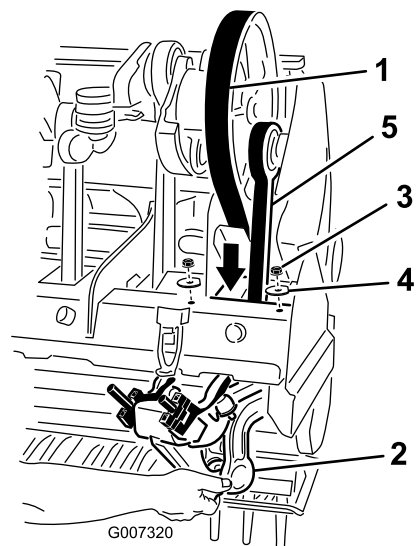

Figura 34
5. Desaperte e remova as duas (2) porcas de bloqueio e anilhas que prendem os amortecedores Rotalink para o braço #1 (Figura 34).
7. Encaminhe a correia de transmissão pela estrutura da cabeça de perfuração e em torno da extremidade inferior do braço #1 Figura 34